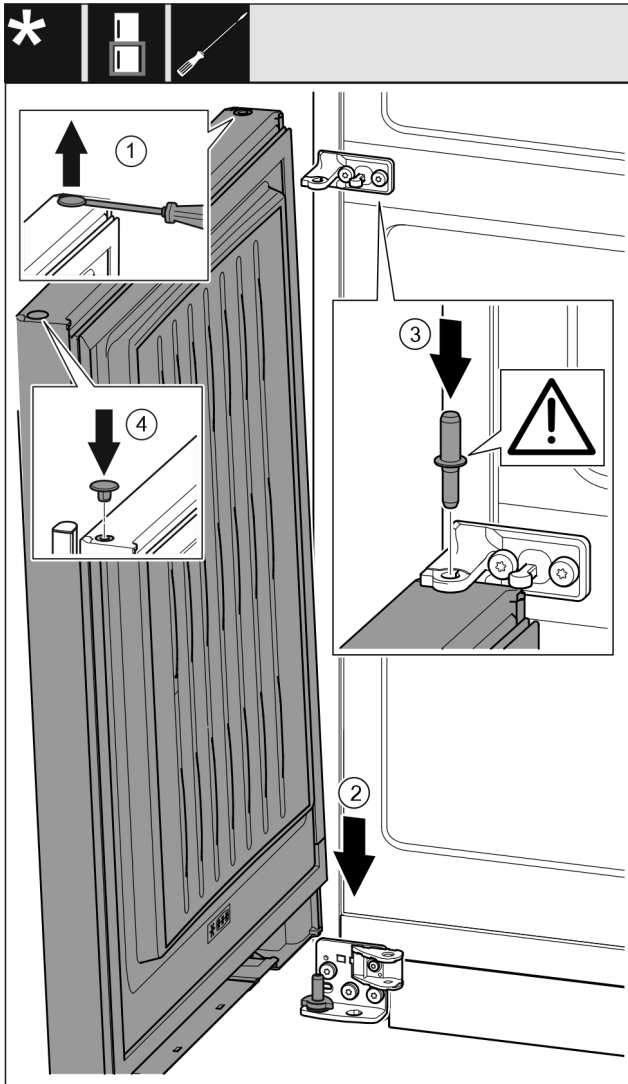

Fig. 41
- ▶ Kaištį atsargiai pakelkite išdrožiniu atsuktuvu ir jį ištraukite. Fig. 41 (1)
- ▶ Duris iš viršaus uždėkite ant apatinio atraminio varžto. Fig. 41 (2)
- ▶ Vidurinį atraminį varžtą pro vidurinę atraminę gembę įstatykite į apatines duris. Atkreipkite dėmesį į tai, kad fiksavimo kumštelis būtų nukreiptas į galą. Fig. 41 (3)
- ▶ Vėl įstatykite kaištį kitoje durų pusėje. Fig. 41 (4)